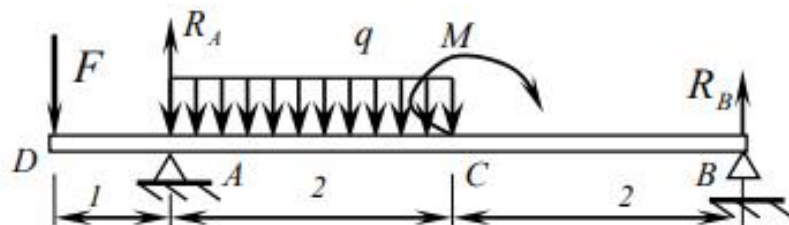

Рис. 6.6
**Исходные данные:** Стальная балка загружена, как показано на схеме  $F = 2$  кН,  $q = 3$  кН/м,  $M = 4$  кНм (рис. 6.6). Сечение балки двутавровое № 20 ( $I_z = 1840$  см4). Допускаемый прогиб балки  $[y] = l/500$ .